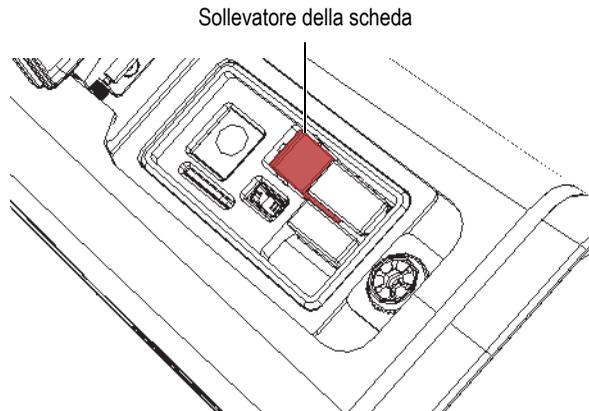

Figura 3-8 Sollevatore della scheda
1. Spingere l'estremità del sollevatore dell'adattatore per sollevare l'adattatore USB sufficientemente per afferrarlo (vedere Figura 3-8 a pagina 57).